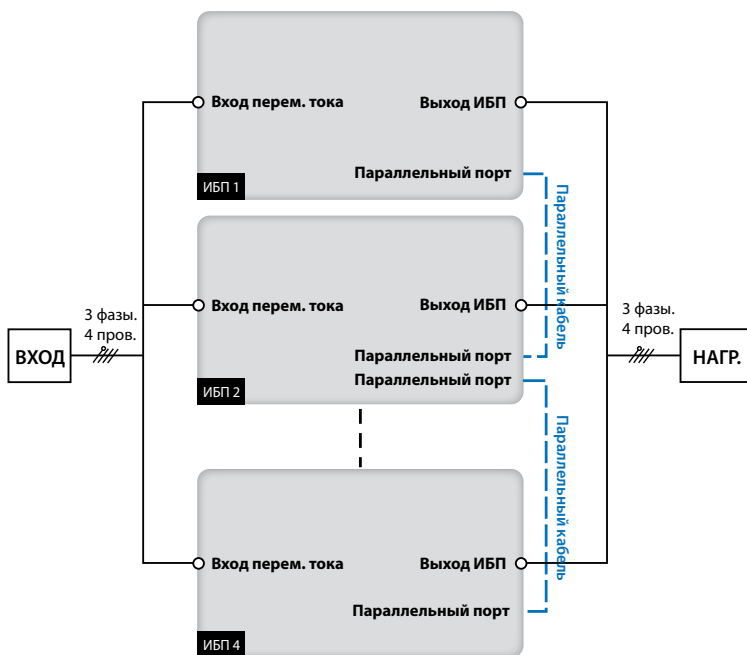

Рис. 5-12. Схема подключения параллельно соединённых ИБП
- 3 Подключите кабели к зажимам сетевого входа, входа байпаса, выхода ИБП и входа питания от батарейного кабинета. См. **рис. 5-12**.